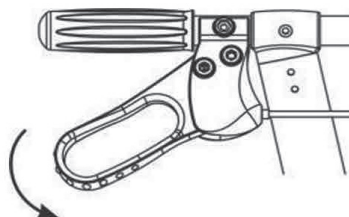

Fig.2
2. Para activar el freno de estacionamiento, empuje la palanca del freno hacia abajo hasta que se bloquee (fig. 2).